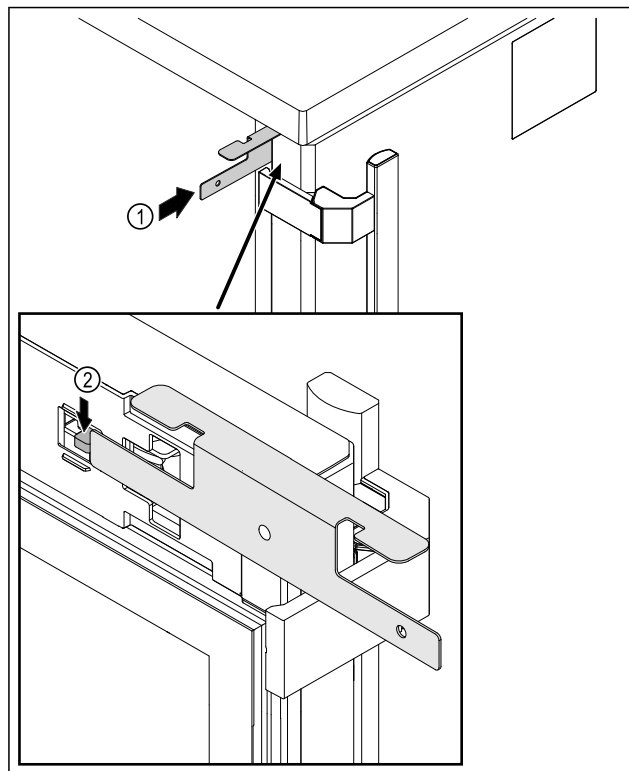

Fig. 221
- Insérer la clé de déverrouillage d'urgence Fig. 221 (1) entre la porte et le corps de l'appareil.
- Pousser le crochet du verrou Fig. 221 (2) vers la charnière.